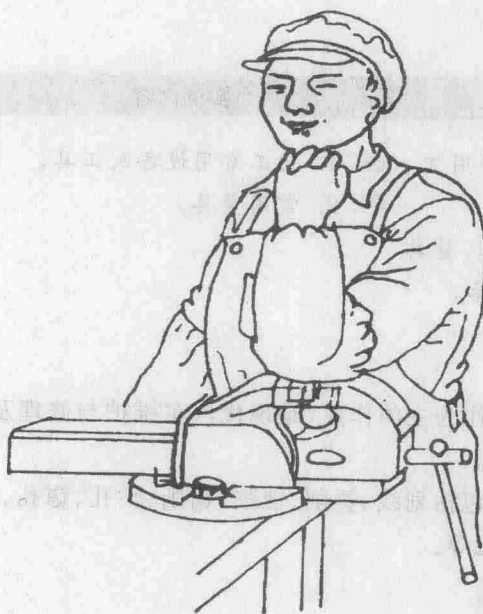

图 1-2 台虎钳的合适高度
(2) 钳台(钳桌)。用来安装台虎钳,放置工、量具和工件等,高度为 800~900 mm,以装上台虎钳后钳口高度恰好与人的肘部平齐为宜,如图 1-2 所示;长度和宽度随工作需要而定。